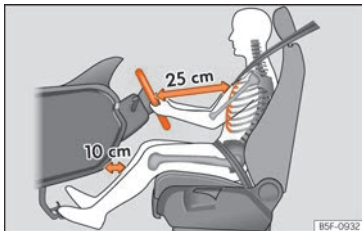
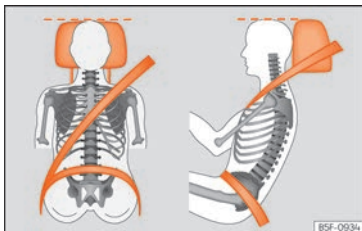

Abb. 82 Der richtige Abstand des Fahrers zum Lenkrad muss mindestens 25 cm (10 inch) betragen.
Abb. 83 Richtiger Gurtbandverlauf und richtige Kopfstützeinstellung.
- Kopfstütze so einstellen, dass die Oberkante der Kopfstütze sich möglichst auf einer Linie mit dem oberen Teil des Kopfs – jedoch nicht niedriger als Augenhöhe – befindet. Hinterkopf stets so nah wie möglich an der Kopfstütze positionieren »» **Abb. 82** und »» **Abb. 83**.
- Lenkrad so einstellen, dass der Abstand zwischen Lenkrad und Brustbein mindestens 25 cm (10 inch) beträgt »» **Abb. 82** und das Lenkrad mit beiden Händen und leicht gebeugten Armen seitlich am äußeren Rand festgehalten werden kann.
- Fahrersitz in Längsrichtung so einstellen, dass die Pedale mit leicht angewinkelten Beinen durchgetreten werden können und der Abstand zur Instrumententafel im Kniebereich mindestens 10 cm (4 inch) beträgt »» **Abb. 82**.